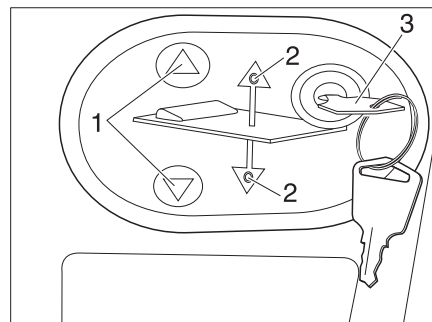

Fig. 165 Panel de mando de la cama elevada eléctrica
- Introducir la llave (Fig. 165,3) en el panel de mando.
- Pulsar y mantener pulsada la tecla  (Fig. 165,1). La correspondiente LED (Fig. 165,2) se enciende y la cama elevada baja a la posición media y luego se detiene.
- Pulsar y mantener pulsada la tecla  (Fig. 165,1). El LED correspondiente (Fig. 165,2) se enciende y la cama elevada se mueve hasta abajo del todo.